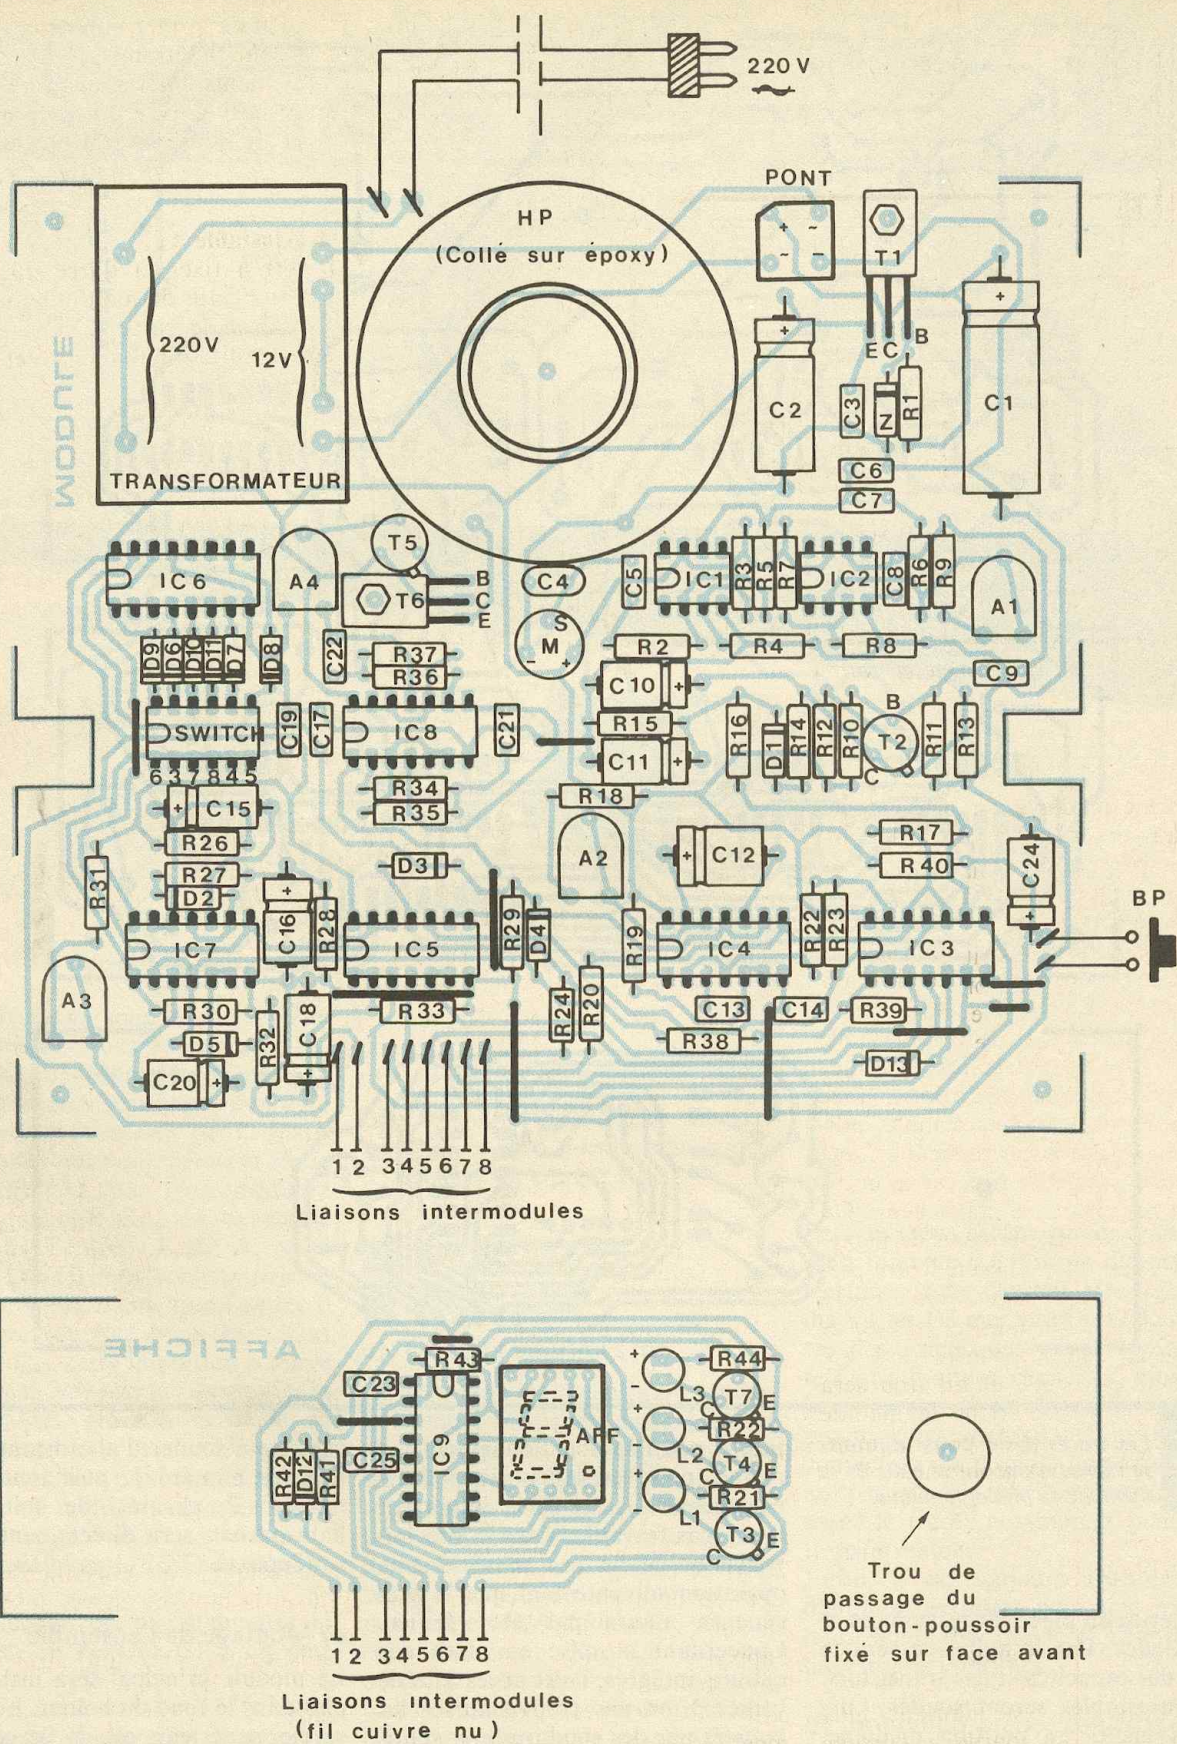

Fig. 8 Implantation des éléments.
b) Implantation des composants (fig. 8)